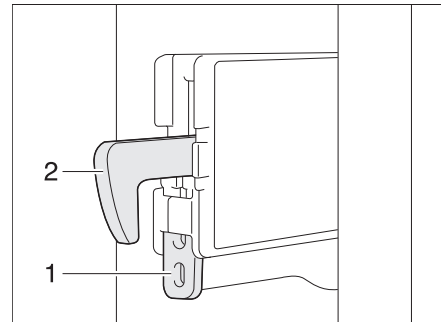

Bild 341 Fixierung Verriegelungshaken
**Verriegelungshaken fixieren:** ■ Die Fixierung (Bild 341,1) nach oben drücken. Der Verriegelungshaken (Bild 341,2) wird nach oben gedrückt und ist außer Funktion.
**Verriegelungshaken lösen:** ■ Den Verriegelungshaken (Bild 341,2) nach unten drücken. Der Verriegelungshaken ist wieder in Funktion.